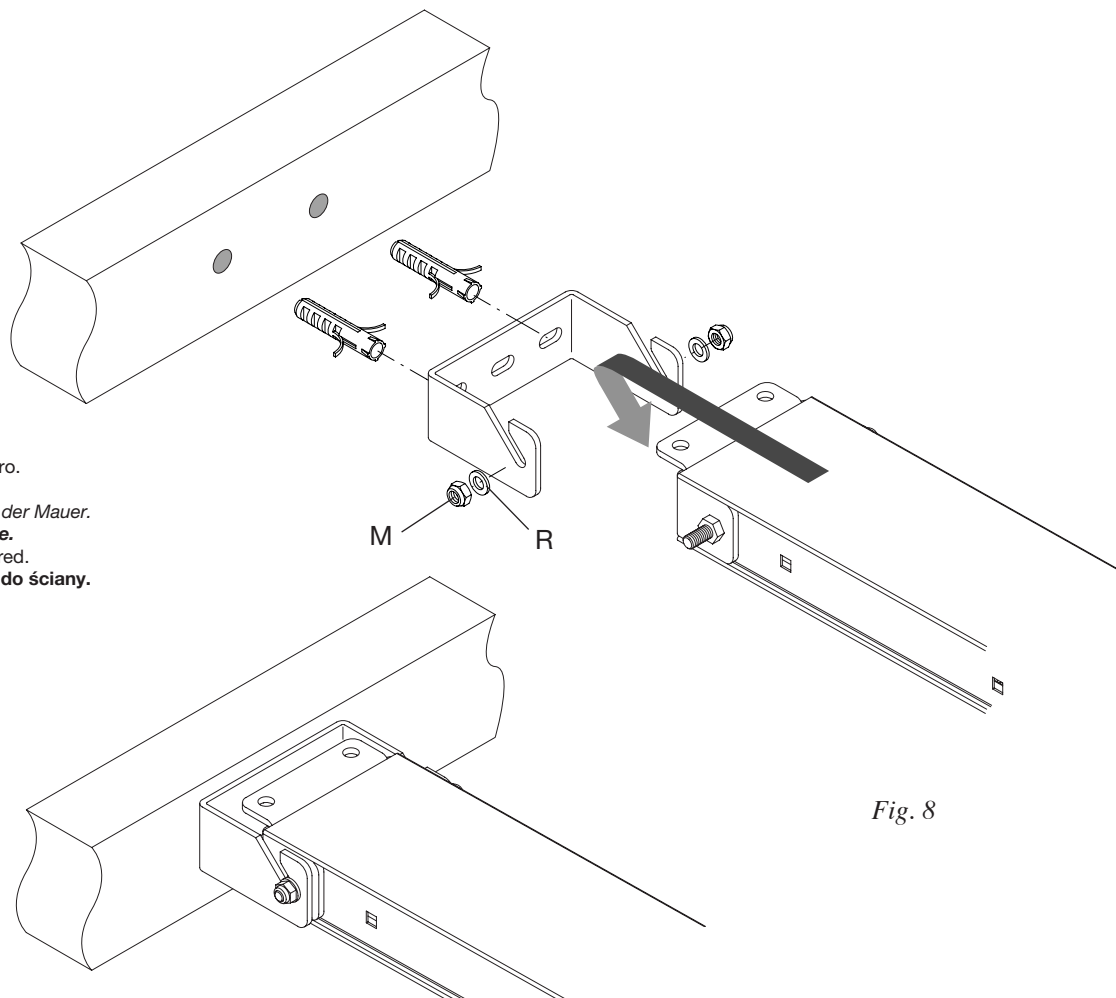
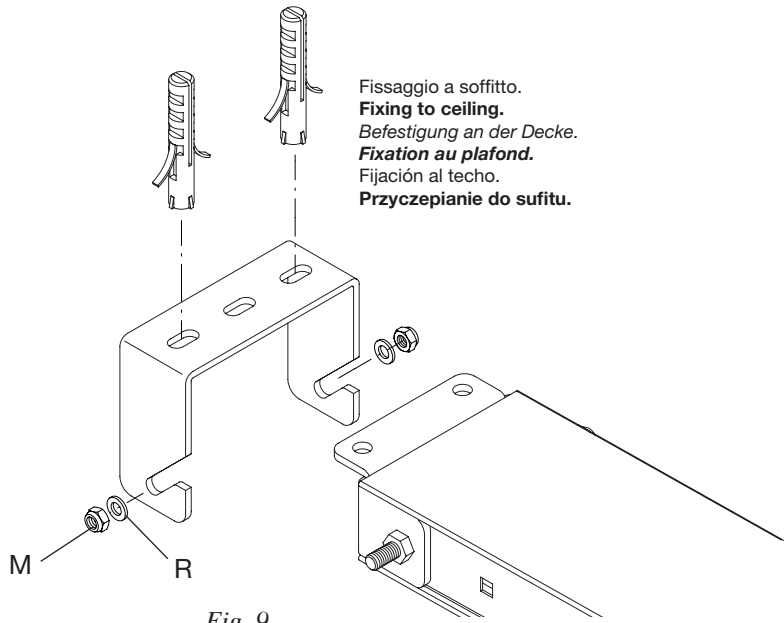

Fig. 8
Fig. 9
- f) Den Einhängebügel S an die Wand (Abb. 8) oder an die Decke (Abb. 9) befestigen und dazu die zwei Befestigungsstellen mittig zum Tor markieren. Die Schiene einhängen und mit den Muttern M und den Unterlegscheiben R befestigen. Den Körper des Antriebs auf den Boden legen.